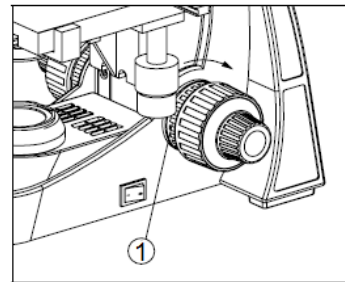

Fig. 3 Freno de enclavamiento
- Para eliminar los siguientes problemas, se ajusta el freno de enclavamiento (1): El piñón de focalización burda se gira con dificultad, el preparado se sale lentamente del foco, la mesa de objetos se resbala (ver Fig. 3).